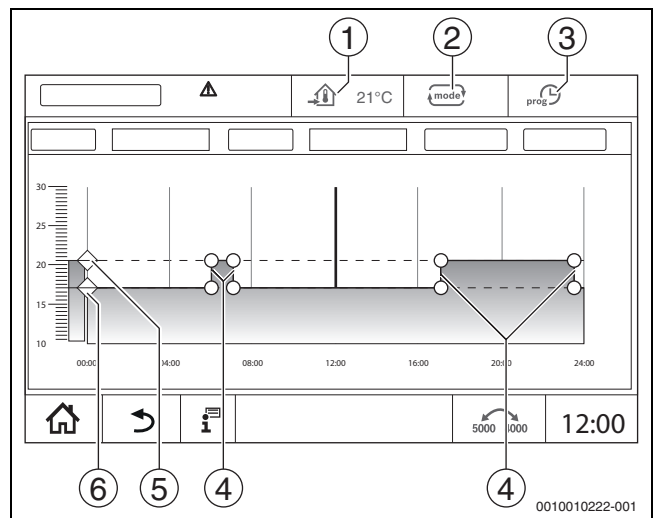

Рис. 20 Изменение "Автоматический пониженный режим" во временной программе
Для режимов работы (→ рис. 20, [2], стр. 18) и дополнительных функций могут быть установлены собственные значения температуры и критерии переключения. Настройки можно выполнять отдельно для каждого отопительного контура и для каждого режима работы.
Автоматический пониженный режим предварительно задается через параметры в сервисных меню. Параметры можно изменить в программе работы по времени (→ рис. 20, [4], [6]).
- ▶ Измените значения температуры смещением точек (→ рис. 20, [5], [6]).